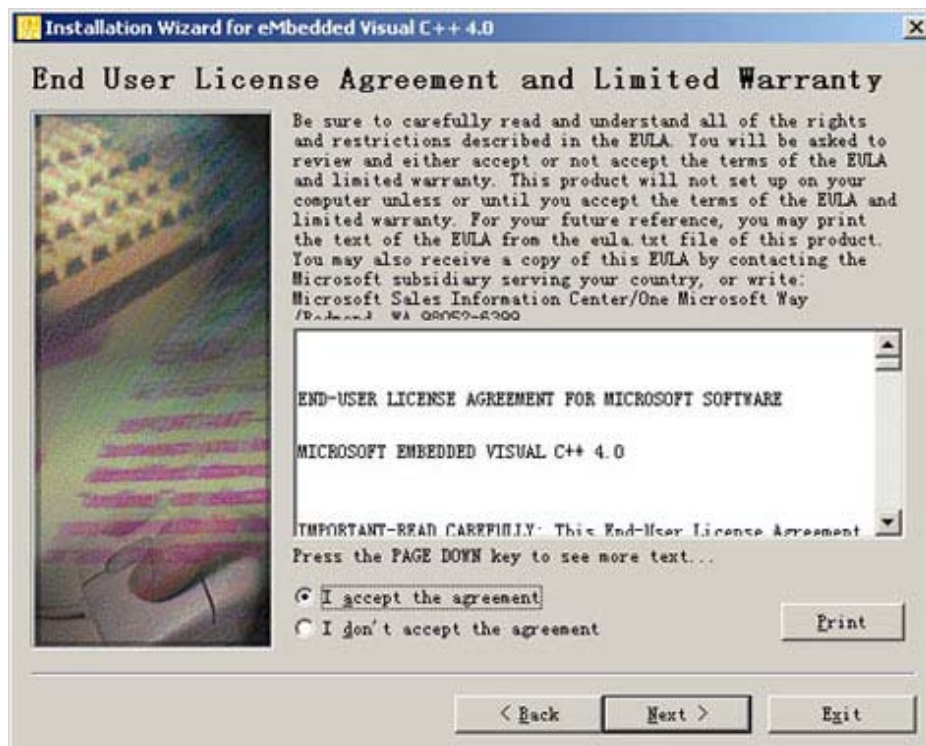

图 3-3 同意 eVC4.0 安装协议
3、.NET Framework 1.1 安装完毕以后就可以进行 eVC4.0 的安装。运行“eVC 安装/eVC4”目录下的 **setup.exe**，系统自动载入相关信息，过程中全部直接 **next**，使用系统默认的设置，至出现如图 3-3 所示的许可协议对话框，选择 **I accept the agreement**，同意安装协议。